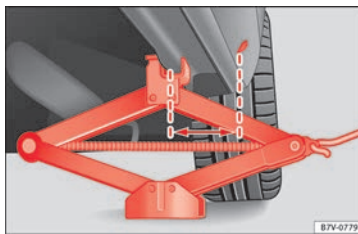

Fig. 70 Gato colocado en la parte trasera izquierda del vehículo.
» fig. 70. Utilice en cada caso el punto de apoyo respectivo de la rueda a cambiar » » ⚠.
8. Asegúrese de que el pie del gato quede por completo firmemente apoyado en el suelo, y de que esté colocado exactamente debajo del punto de apoyo » » fig. 70.
9. Centre el gato y siga subiéndolo con la manivela hasta que la garra abarque el nervio situado debajo del vehículo » » fig. 70.
- Coloque el gato únicamente en los lugares descritos. La garra del gato debe quedar asegurada, abarcando el nervio del refuerzo de los bajos » **fig. 70**.